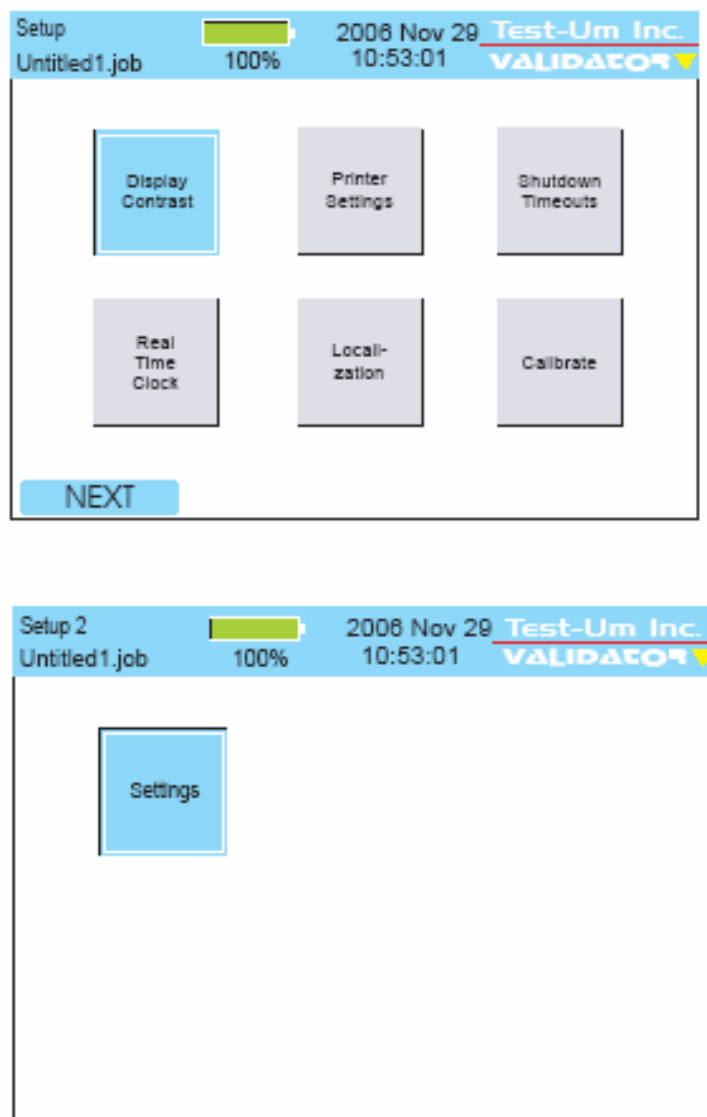

Figure 14 : Ecrans du menu **Setup**
**Setup** (voir figure 14, page 29)